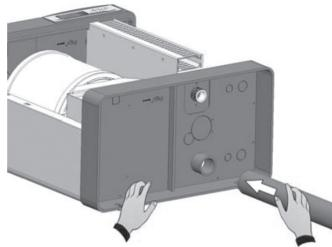

рис. 9
6. Присоедините дренажную трубу к патрубку диаметром 40 мм, закрепив ее хомутом, поставляемым в комплекте (рис. 9 и 10).
6. Присоедините дренажную трубу к патрубку диаметром 40 мм на задней стороне увлажнителя, закрепив ее хомутом, поставляемым в комплекте (рис. 9 и 10).